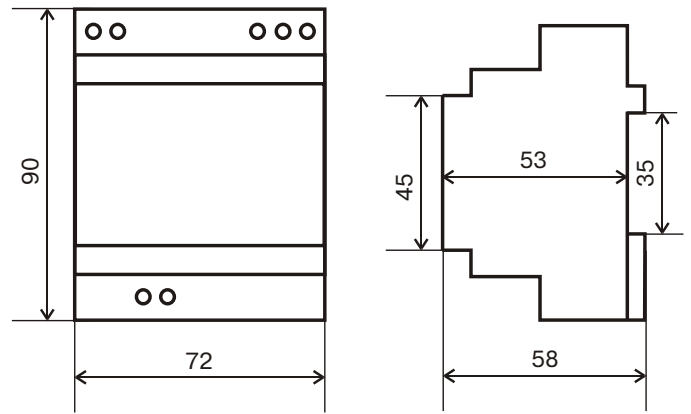

Рис.1 Габаритные и установочные размеры
2.9. Габаритные и установочные размеры фотореле приведены на Рис.1.